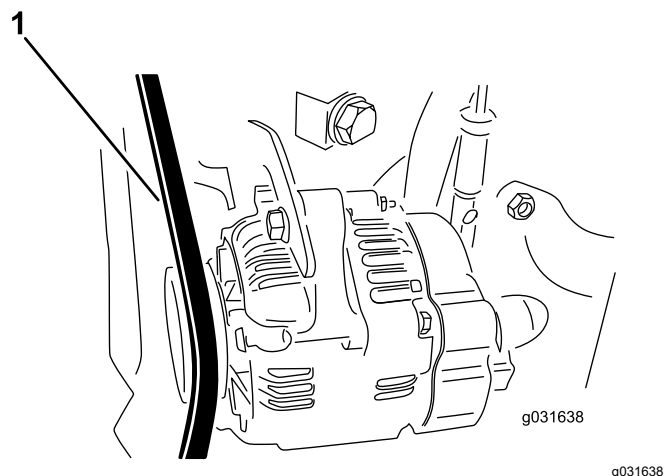

Figure 61
2. Appliquez une force de 30 N sur la courroie d'alternateur à mi-chemin entre les poulies (Figure 61).